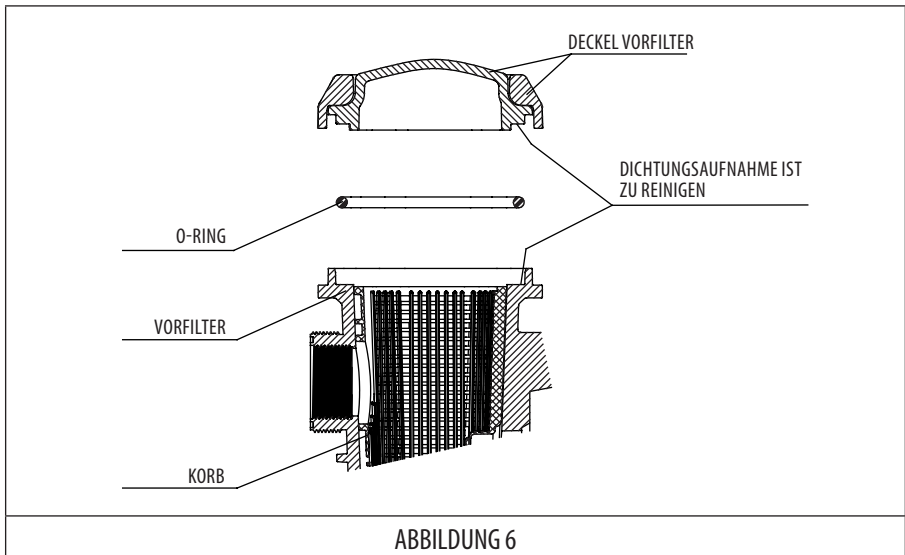

ABBILDUNG 6
- Bei jedem Öffnen des Vorfilters Verunreinigungen am Dichtungssitz und der Dichtung entfernen, um die Dichtigkeit des Deckelverschlusses zu gewährleisten (ABBILDUNG 6).